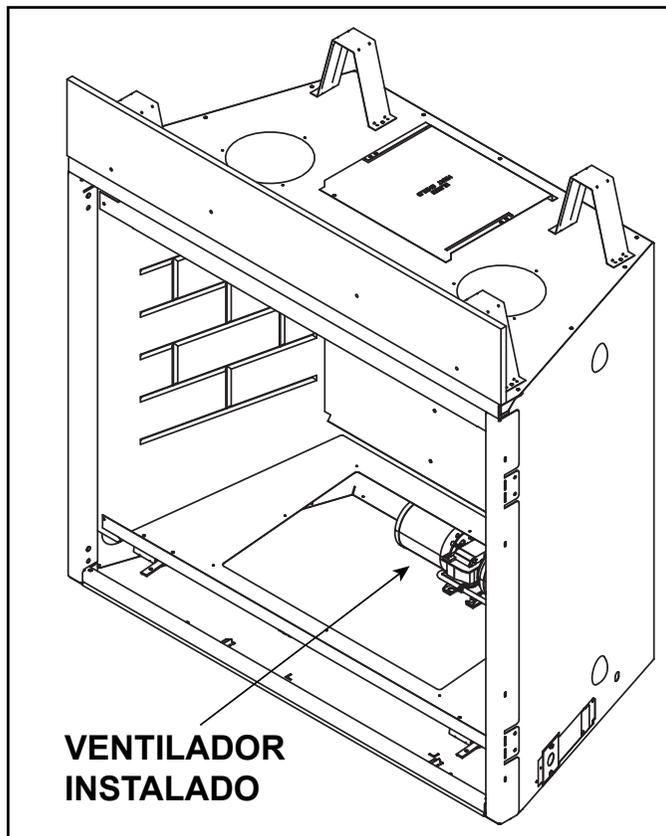

Figura 8.5 Ventilador instalado en la cavidad de la placa de la válvula
- El mantenimiento se puede realizar a través de la cavidad de la placa de la válvula. Consulte la Figura 8.5.